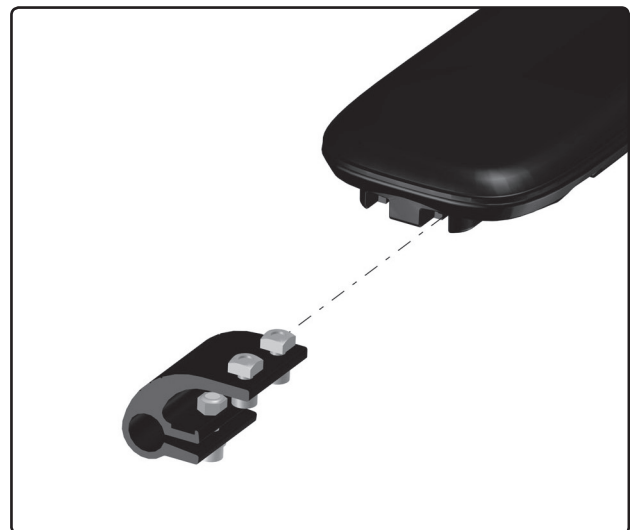

Bild 1. Fästets montering.
1. Montera panelhållaren på armstödet genom att skjuta in spårmuttrarna i önskat spår på armstödetts undersida. (*Bild 1*)